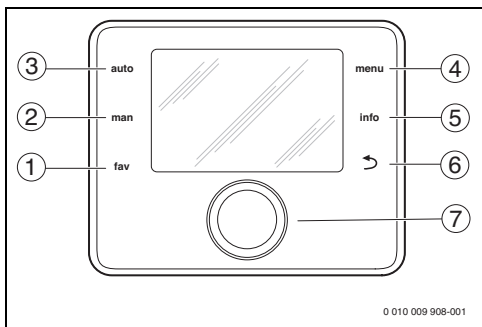

Fig. 1 Elementos de comando
- ▶ Prima o botão de seleção (→ fig. 1, [7]) e rode até ser exibida a zona de ventilação em vez do circuito de aquecimento ou circuito de aquecimento em vez da zona de ventilação.